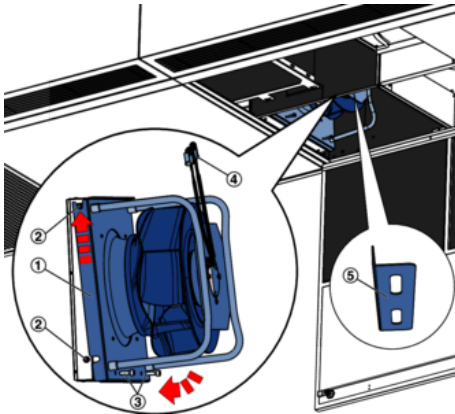

Abb. 17: Montage des Ventilators
18. ▶ Die Ventilatorbaugruppe (Abb. 17/1) zuerst auf die oberen Bolzen (Abb. 17/1) stecken, dann auf die unteren Bolzen schwenken. Ventilator mit Schrauben (Abb. 17/3) befestigen. Anschlussstecker (Abb. 17/4) des Ventilators in Buchsen einstecken, Kabel mit Kabelbindern am Halter (Abb. 17/5) sichern.